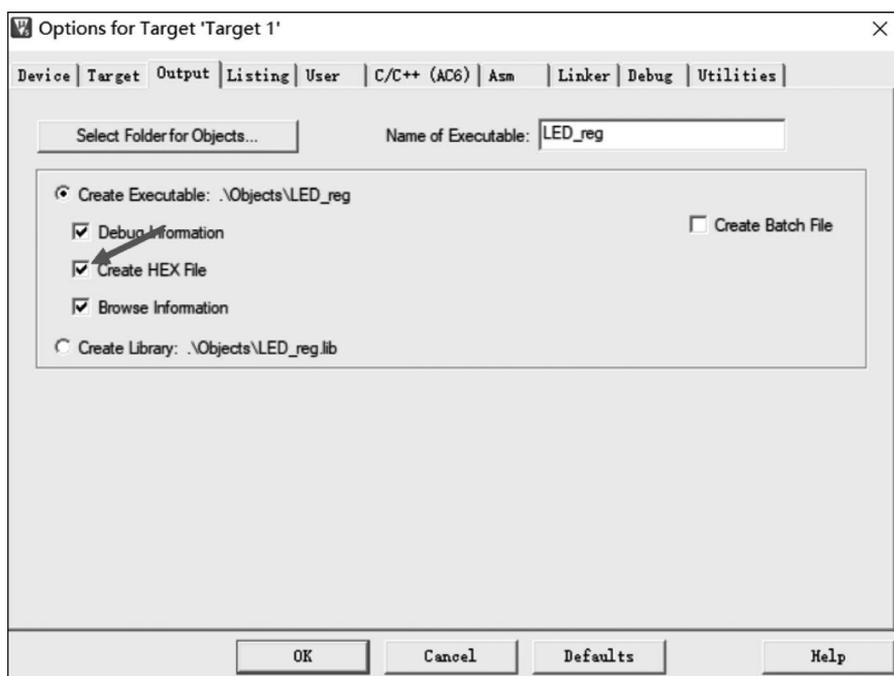

图 5.13 配置 Output 选项卡
(2) 在 Output 选项卡中勾选 Create HEX File 复选框，以便在编译的过程中生成 hex 文件，如图 5.13 所示。
(3) 在 Listing 选项卡中把输出文件夹定位到工程目录下的 Listing 文件夹，双击